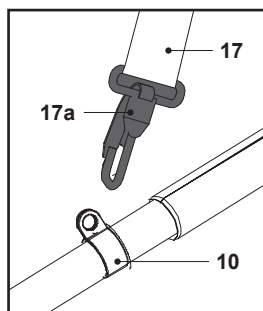

Fig. 6
2. Ajuster la longueur du harnais (17) de façon à ce que le clip de fixation (17a) se trouve à environ 15cm en dessous de votre taille.
3. Fixer le clip de fixation (17a) à la boucle (10) (Fig. 6).